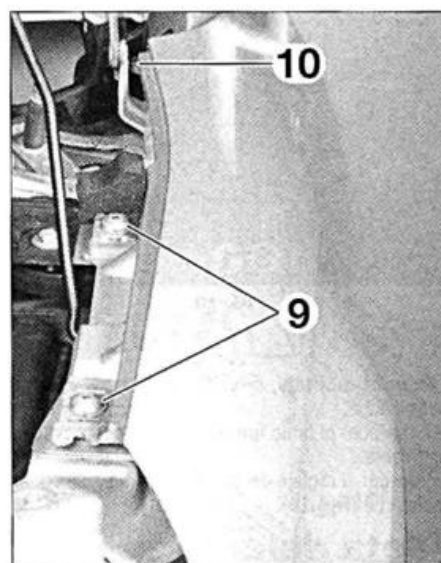

FIG. 18
- Desmontar los tornillos (9) girando un cuarto de vuelta (fig. 18).
- Desmontar los tornillos (10).